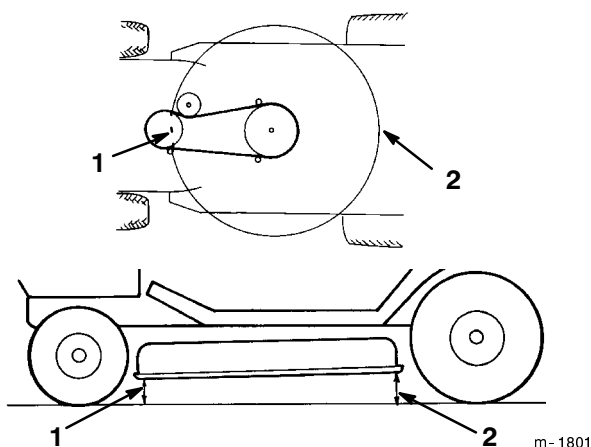

Figure 46
- Contrôler l'inclinaison avant/arrière de la lame en mesurant la hauteur du bas du plateau de coupe (au centre, à l'avant et à l'arrière) par rapport au sol plat (Fig. 46). Si l'avant est plus de 16 mm (5/8") plus bas que l'arrière, l'inclinaison doit être corrigée comme expliqué aux points 6 à 10.